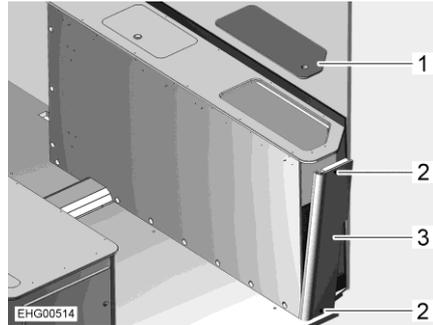

Fig. 117 Cassone letto a destra
- Rimuovere il coperchio di servizio (Fig. 117,1).
- Svitare le 2 viti (Fig. 117,2).
- Accedere al cassone letto dall'alto e spingere leggermente il pannello laterale (Fig. 117,3) verso l'esterno.